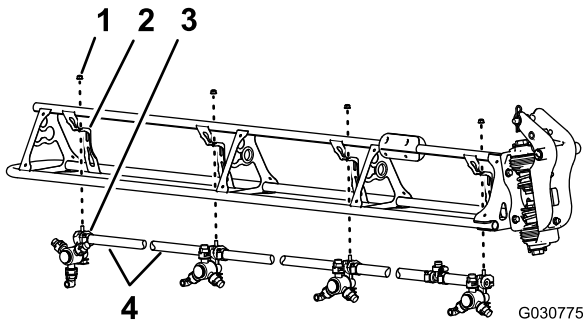

図 120
- ふたつのノズルの間でホースを切断する 図 120。
- ノズルをノズルサポートに固定しているフランジロックナット5/16"を外す 図 120。